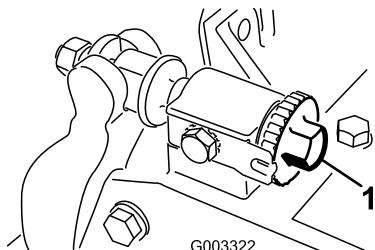
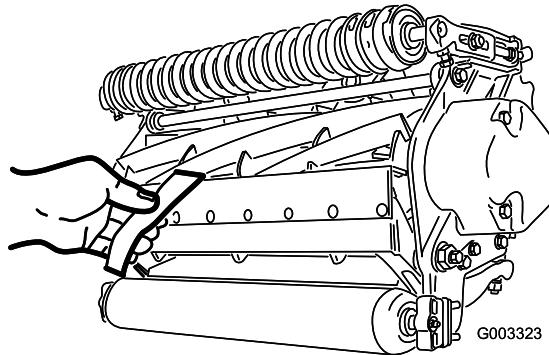

Figura 12
Figura 13
1. Posizionate la macchina su una superficie piana e uniforme. Accertatevi di eliminare il contatto del cilindro ruotando le viti di regolazione della barra di appoggio in senso antiorario (Figura 12).
**Importante:** Accertatevi che i dadi sull'estremità posteriore delle viti di regolazione della barra di appoggio non poggiino sul piano di lavoro (Figura 12).
3. Ad una estremità del cilindro, inserite una striscia di carta da giornale tra il cilindro e la controlama (Figura 13). Mentre ruotate leggermente in avanti il cilindro, ruotate la vite di regolazione della barra di appoggio (Figura 12) in senso orario (sullo stesso lato del cilindro, uno scatto per volta) finché la carta - inserita dalla parte anteriore, parallelamente alla controlama - non verrà leggermente compressa, se inserita dalla parte anteriore, parallelamente alla controlama. Avvertirete una leggera resistenza mentre la carta viene tirata.
5. Una volta terminata la regolazione, verificate che il cilindro comprima la carta, quando viene inserita dalla parte anteriore, e che tagli la carta, quando viene inserita ad angolo retto rispetto alla controlama (Figura 13). Deve essere possibile tagliare la carta con un contatto minimo tra la controlama e le lame del cilindro. Se risulta evidente una resistenza del cilindro/un contatto eccessivo, sarà necessario lappare o riaffilare l'apparato di taglio per ottenere il livello di affilatura necessario per un taglio di precisione (Fate riferimento al manuale Toro per l'affilatura del cilindro e delle macchine a taglio rotativo , Modulo N. 80-300PT).